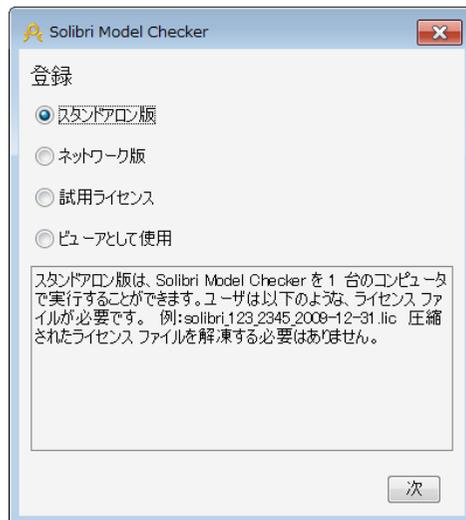

図1 登録画面
- 2) 利用するライセンスを選択してください。「スタンドアロン版」または「ネットワーク版」のどちらかをお選び、指示に従って起動します。(図1を参照)